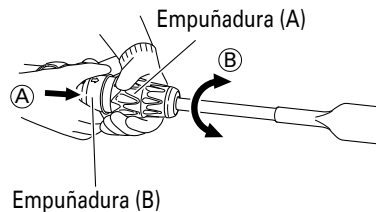

Fig. 4
- (1) Como se muestra en la Fig. 4, si se gira la empuñadura (A) en la dirección (B) con la empuñadura (B) empujada en la dirección (A), el ángulo de la cuchilla podrá cambiarse libremente a cualquier posición deseada.